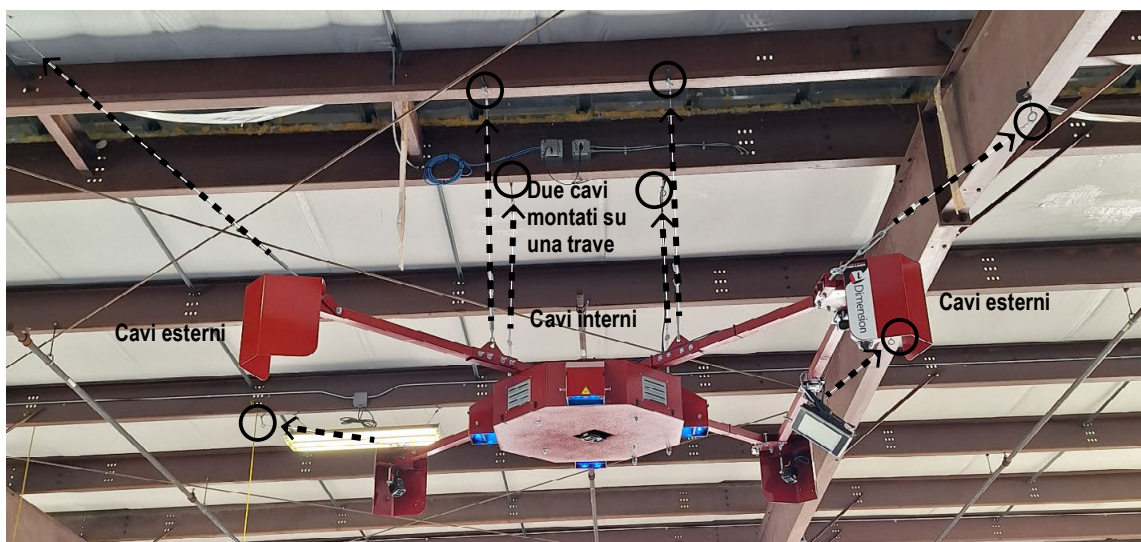

Figura 2. Cavi iDimension
I cavi interni tirano verso l'alto il sistema di dimensionamento per sostenerlo, mentre quelli esterni lo tirano verso l'esterno per garantirne la stabilità (vedere Figura 2).
14. Regolare i tiranti a una tensione opposta uniforme per sostenere il sistema di dimensionamento come in Figura 2 a pagina 2. Il cavo esterno garantirà stabilità.